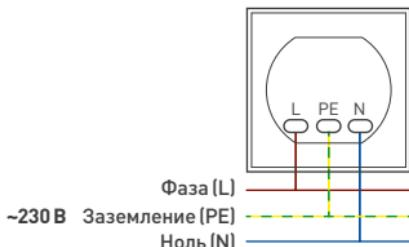

Рис. 1.
- 3.5. Подключите провода сетевого питания AC 230 В к контактам розетки в соответствии со схемой [рис. 1]: L [фаза] — коричневый, N [нейтраль] — синий, PE [заземление] — желто-зеленый.